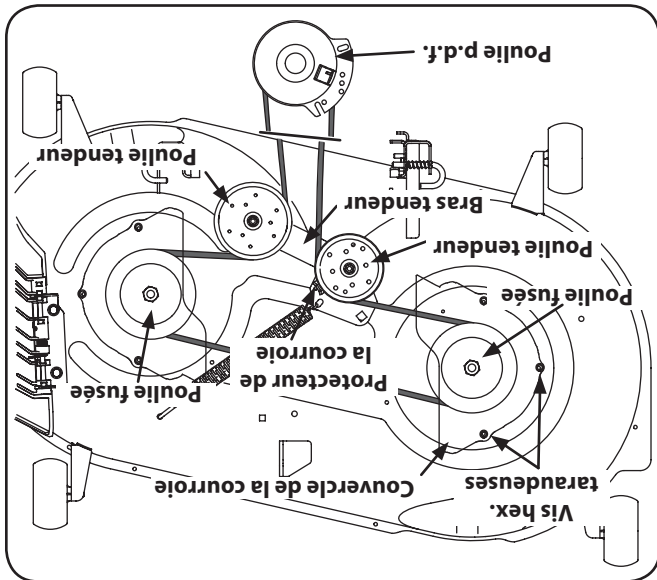

Figure 7-10
5. Installez la courroie neuve sur les poulies à fusée, comme sur les illustrations. Remettez les carters des courroies en place. Voir la Figure 7-10.
7. Faites passer la courroie comme la Figure 7-10 le montre, puis remontez le plateau de coupe (Voir le chapitre « Installation du plateau de coupe », à la page 30).
2. Enlevez les vis hex. taraudeuses qui maintiennent les carters des courroies en place. Voir la Figure 7-10.